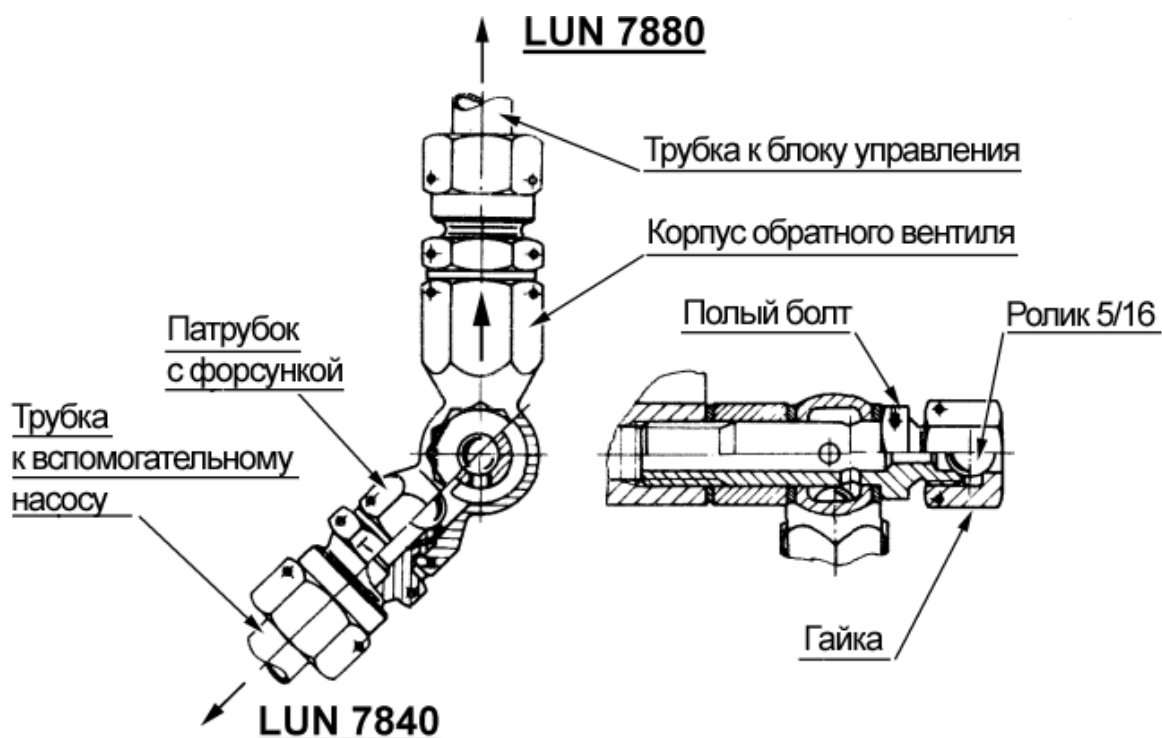

Рисунок 11-8 Подключение LUN7880 и LUN7840
Фиксирование полого болта, гаек трубок, валов и стопорной гайки (Рисунок 11-8) выполнить после монтажа трубок.
а) Освободить полый болт (Рисунок 11-8) и ослабить его. Ослабить трубку регулятора LUN7880 и трубку вспомогательного насоса LUN7840 перегородки двигателя.
- (18) Если установлен электрогидравлический регулятор LUN7880 и вспомогательный насос LUN7840, выполните следующее:
- а) Освободить полый болт (Рисунок 11-8) и ослабить его. Ослабить трубку регулятора LUN7880 и трубку вспомогательного насоса LUN7840 перегородки двигателя.